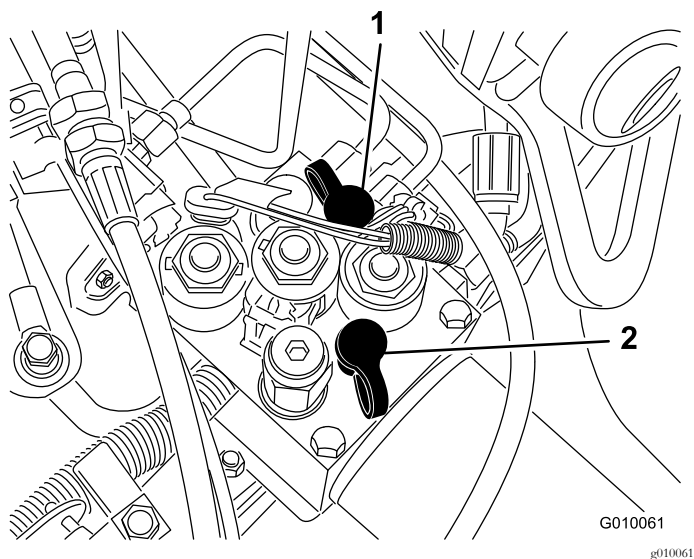

图60
- 测试端口 G 2 (图60) 用于协助对驱动补油回路进行故障诊断。
- 测试端口 G 1 (图60) 用于协助对提升油路压力进行故障诊断。